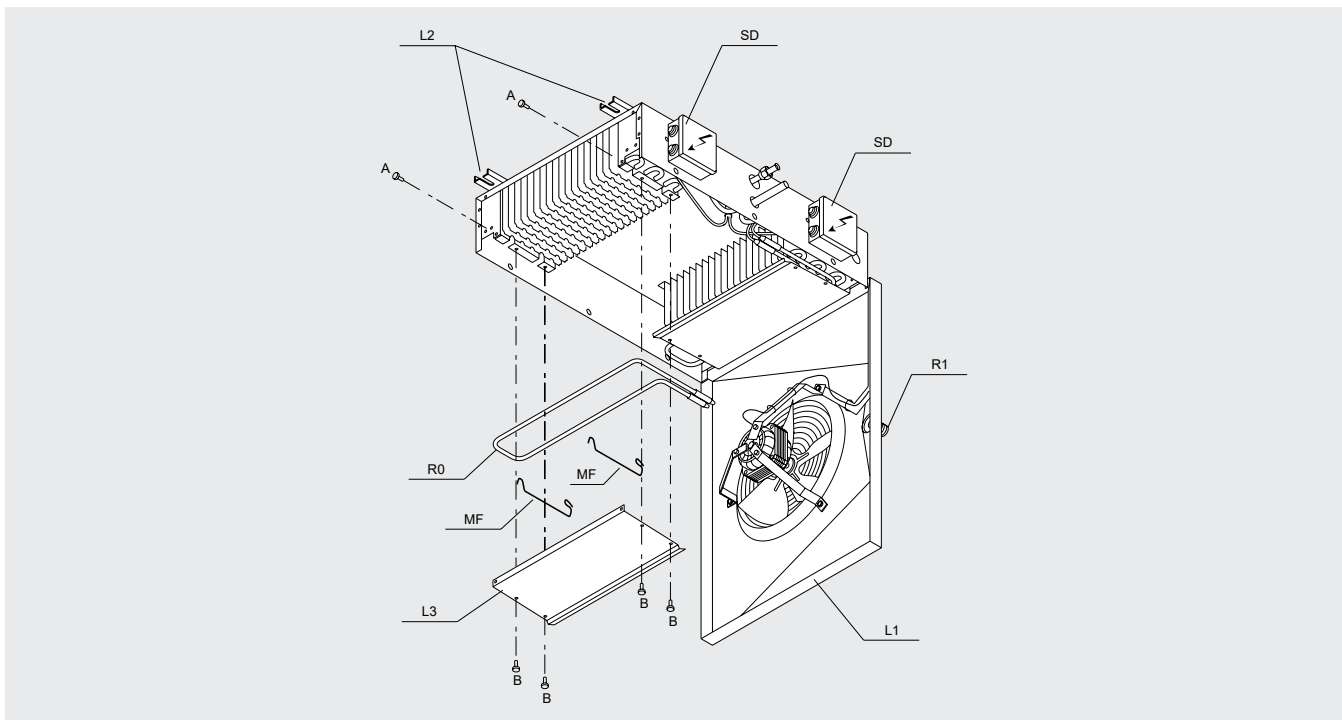

Abbildung 6
- 8.3 Die Lüfterblech L1 wie in "Abbildung 6" gezeigt positionieren.